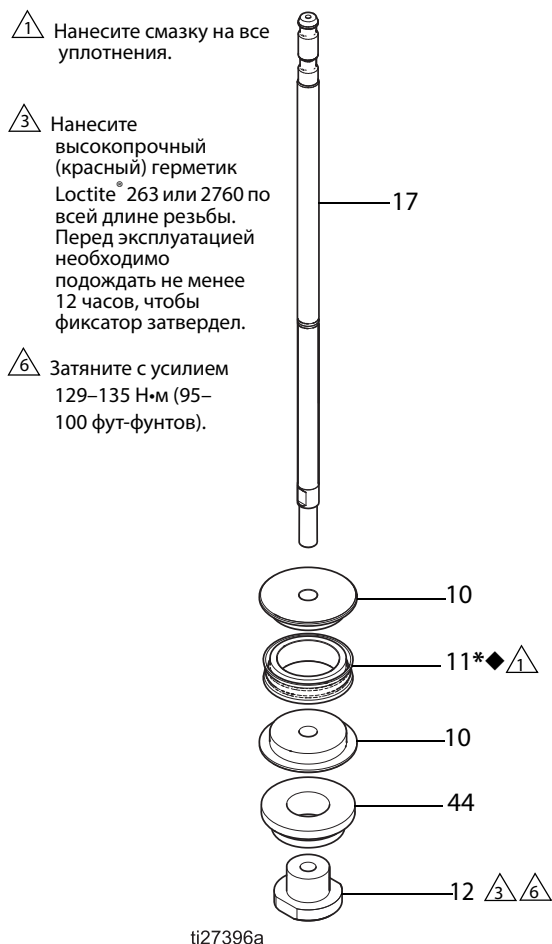
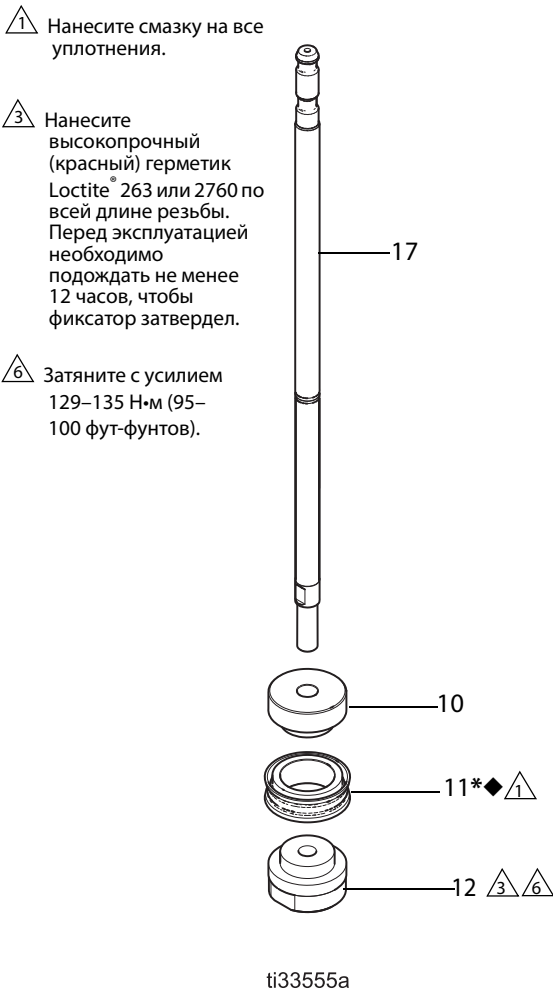

Рис. 6. Разборка и сборка поршня (только модели объемом 1000 см³, 1500 см³ и 2000 см³)
Рис. 7. Разборка или сборка поршня (только модель объемом 750 см³)
См. Рис. 6, стр. 10 или Рис. 7, стр. 11.
1. Только модели объемом 1000, 1500 и 2000 см³: Поместите половинки поршня (10) вокруг сальникового уплотнения поршня (11♦*) и соедините со щелчком. См. Рис. 6.
только модели 750 см³ и 750 см³ HP: Установите уплотнение поршня (11♦*) на поршень (10). См. Рис. 7, стр. 11.
2. Нанесите фиксатор резьбовых соединений высокой прочности (красный) Loctite® 263 или 2760 на внутреннюю резьбу гайки поршня (12). Закрутите шток (17) через поршень (10) и распорную деталь (44; не применяется на моделях 750 см³) в гайку поршня (12). Затяните гайку поршня (12) с усилием 129–135 Н·м (95–100 фут-фунтов). Перед эксплуатацией необходимо подождать не менее 12 часов, чтобы фиксатор затвердел.